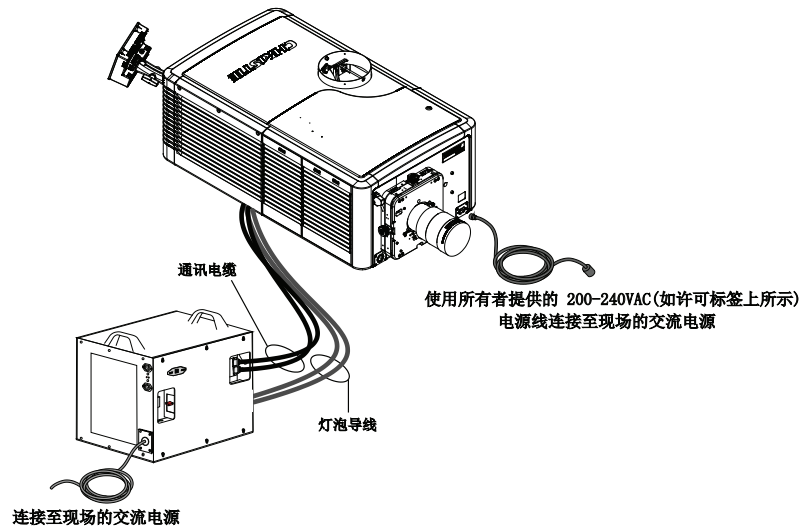

图 2-16
8. 将安装地点的交流电源连接至数字电影放映机（插头位于前镜头框的右下角）。（图 2-16）